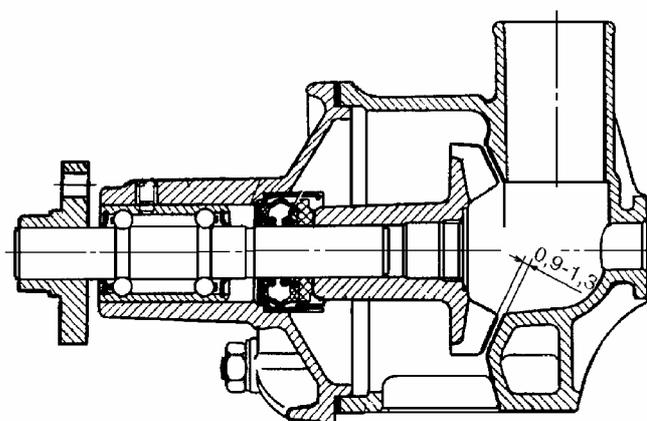

Рис.13. Насос в собранном виде
- напрессовать на валик 1 крыльчатку 3. При запрессовке крыльчатки размер 0,9-1,3 мм (для насоса в собранном виде, рис.13) обеспечивается технологически приспособлением А. 60430 (приспособление А.60430, пресс типа 2135 ГАРО).